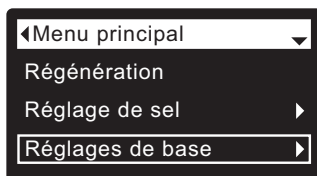

FIG. 54
1. À partir d'un écran d'état dynamique, appuyez sur le sélecteur (O) pour afficher le **Menu principal**.
2. Appuyez sur le bouton BAS (▼) pour faire défiler les options du menu et mettre en encadré **Réglages de base** (cf. Figure 54).